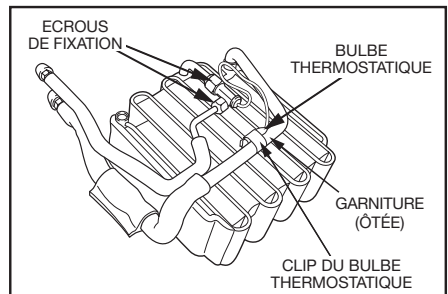

fig. 4
3. Oter toute la garniture proche du bulbe thermostatique et de son clip (Voir fig. 4).